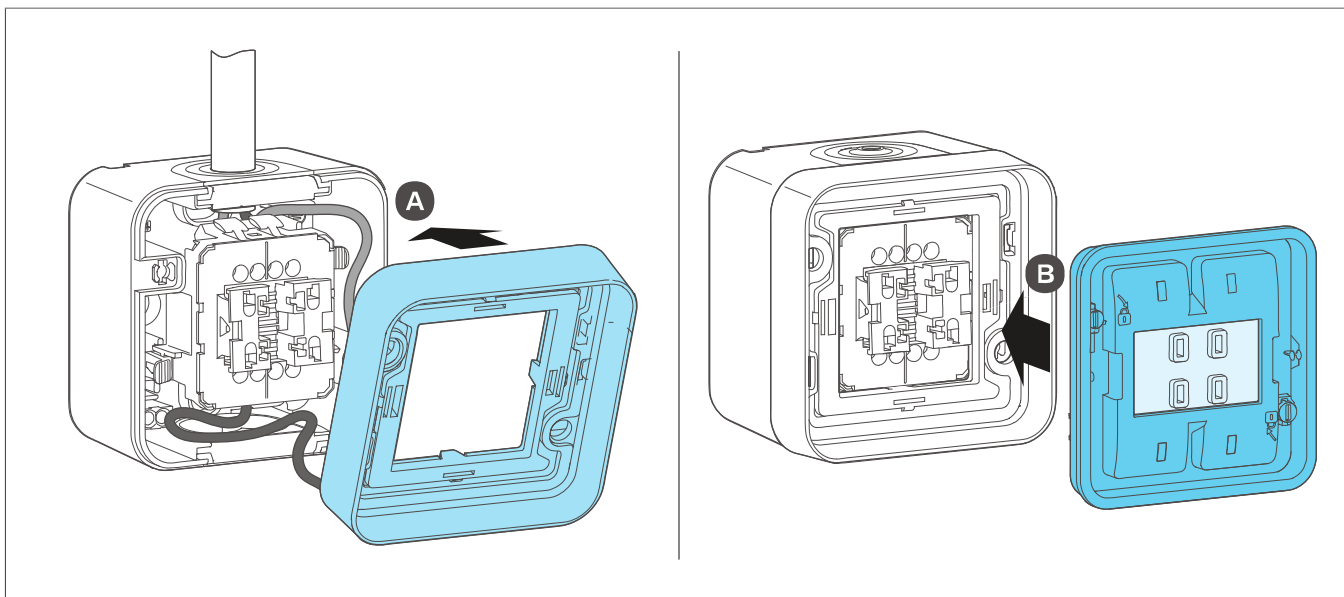

Fig. 11: Posizionare la cornice di finitura illuminata (sinistra) / Far scattare la guarnizione in posizione (destra)
- 6 Collocare la cornice di finitura illuminata (3) nella posizione corretta sulla parte inferiore scatola A (Fig. 11, a sinistra).
- 7 Bloccare la guarnizione (2) nella cornice di copertura B (Fig. 11, a destra).